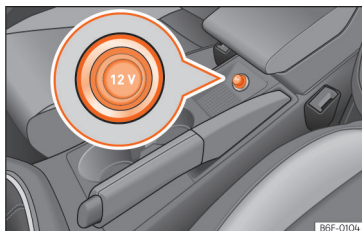

Abb. 136 Steckdose vorne.
- Ziehen Sie den Stecker in der Mittelkonsole aus der Steckdose heraus »» **Abb. 136**.